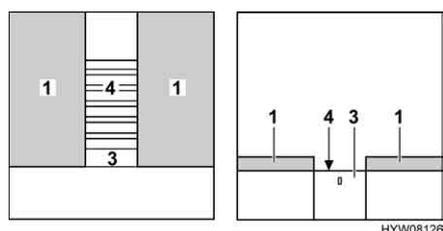

Fig. 87 Durante la trasformazione
- Estrarre completamente il telaio portamaterasso (Fig. 87,4). A tal fine estrarre la base estraibile (Fig. 87,3).